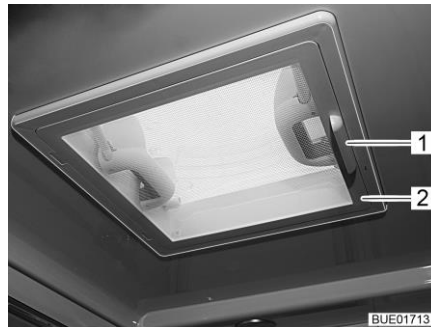

Fig. 124 Claraboya con cierre de resorte
- Girar hacia abajo la protección contra insectos (Fig. 124,2) por el tirador (Fig. 124,1).